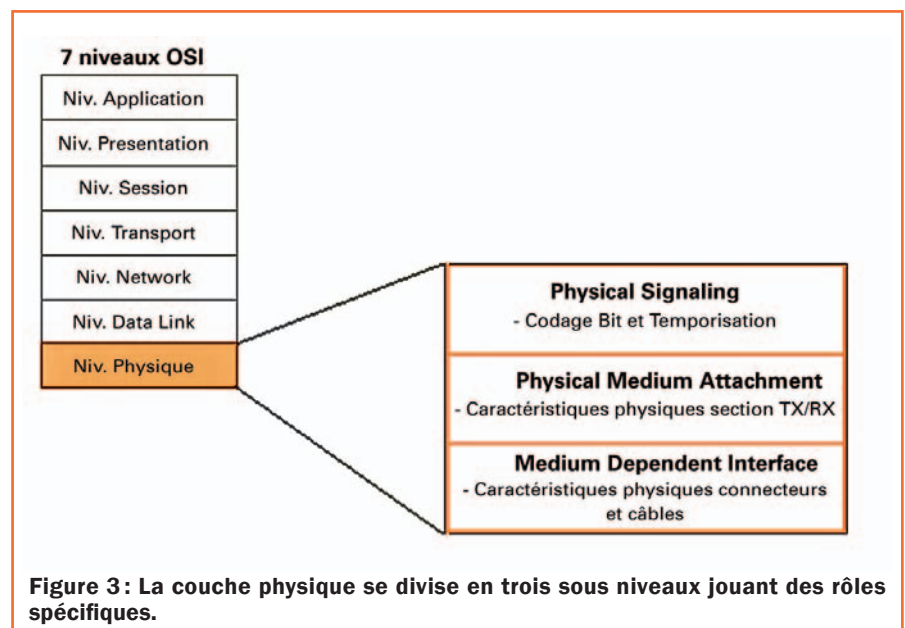

Figure 3: La couche physique se divise en trois sous-niveaux jouant des rôles spécifiques.
dotés d'interfaces physiques différentes. Nous soulignons ce fait car, même dans notre platine d'expérimentation ("demoboard"), comme dans tous les dispositifs CAN, nous utiliserons une puce Microchip comme interface entre la logique d'un microcontrôleur et le bus. Ce qui fait donc deux objets physiques : un contrôleur CAN et un transceiver CAN. Ce dernier assume justement toutes les spécifications du standard ISO-11898. Dans la première Leçon nous avons vu comment se présente le modèle fonctionnel du bus CAN. Voyons ici comment il s'intègre dans le niveau inférieur. La figure 3 montre que la couche physique se divise en trois sous niveaux ayant des rôles spécifiques :
**MDI (Medium Dependent Interface)** : s'occupe des caractéristiques physiques des connecteurs et des câbles de liaison. N'est pas précisé par les caractéristiques originelles CAN mais a été introduit par le standard ISO-11898. Tout cela est résumé figure 3. Sur la base de ce modèle, un nœud CAN typique est constitué d'un contrôleur s'occupant de la logique des niveaux élevés et d'un transceiver se consacrant à l'interfaçage avec le bus et contenant l'instrumentation du